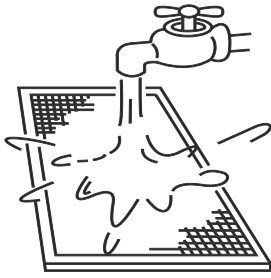

Figura 13.4
- Si utiliza agua para limpiar el filtro, el lado de admisión de aire debe estar hacia abajo. (Consulte la Figura 13.4)